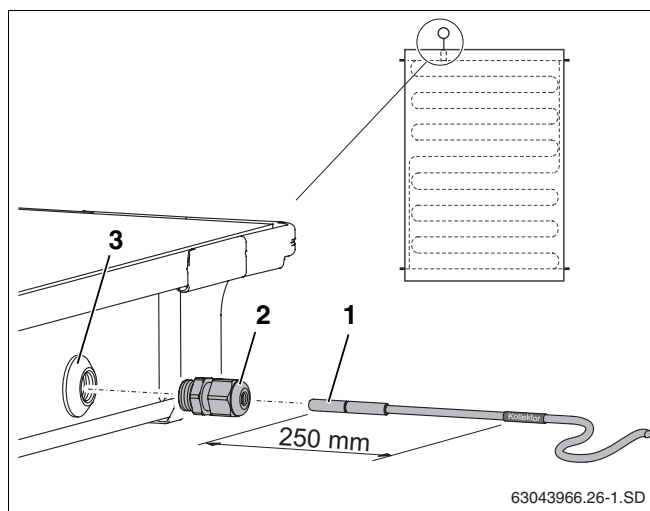

Fig. 32 Deslizar la sonda en el colector
Para que la instalación solar funcione correctamente es necesario deslizar la sonda del colector (fig. 32, **pos. 1**) hasta el tope (corresponde a aprox. 250 mm) en el tubo guía de la sonda.
- ▶ Perfore con la sonda del colector o con un destornillador la capa de impermeabilización del paso de la sonda (fig. 32, **pos. 3**).
- ▶ Enrosque el prensaestopas (fig. 32, **pos. 2**) en el paso de la sonda.
- ▶ Apriete el prensaestopas (fig. 32, **pos. 2**) y, en caso necesario, haga contrafuerza.
Si ha perforado el paso de la sonda (fig. 32, **pos. 3**) del colector equivocado, puede volver a impermeabilizarlo con el tapón incluido en el juego de conexión. Previamente debe retirar la tuerca que se encuentra en el paso de la sonda con la ayuda del pasacable (fig. 32, **pos. 2**).